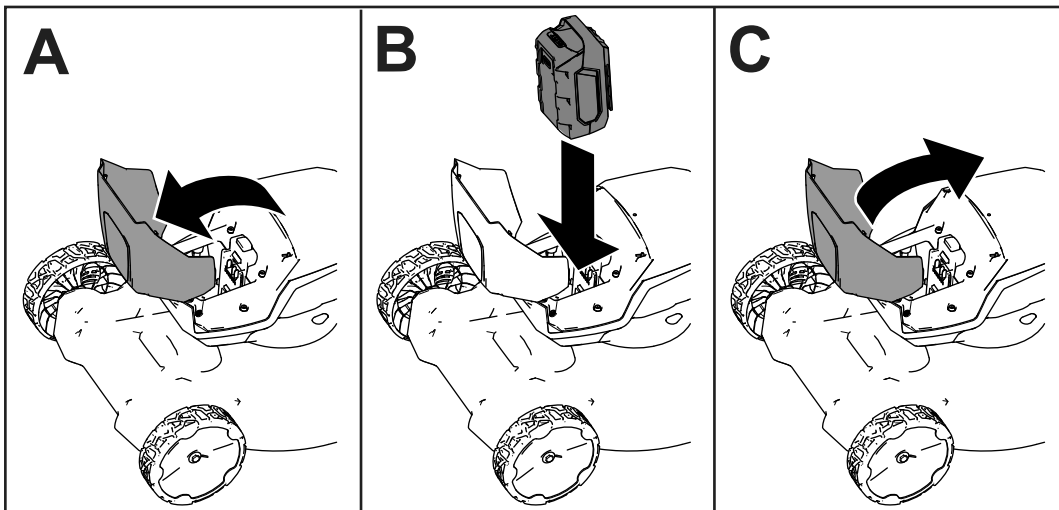

Figura 7
2. Eleve a tampa do compartimento da bateria (A de Figura 7).
3. Alinhe a cavidade da bateria com o ressalto na máquina e deslize a bateria para o compartimento até que encaixe no sítio (B de Figura 7).
4. Feche a tampa do compartimento da bateria (C de Figura 7).